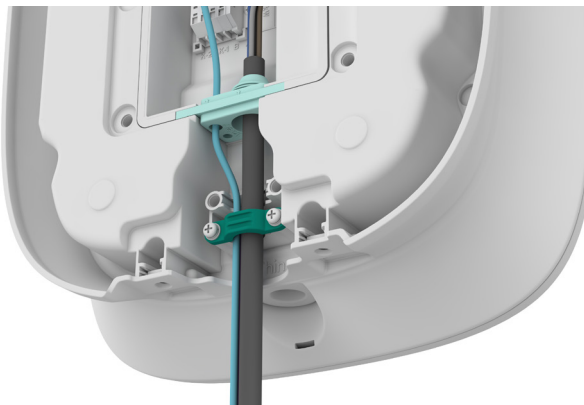

Abb. 10 Kabelhalter aus Kunststoff
- 8 Fixiere die Kabel mit dem Kabelhalter (siehe Abb. 10).